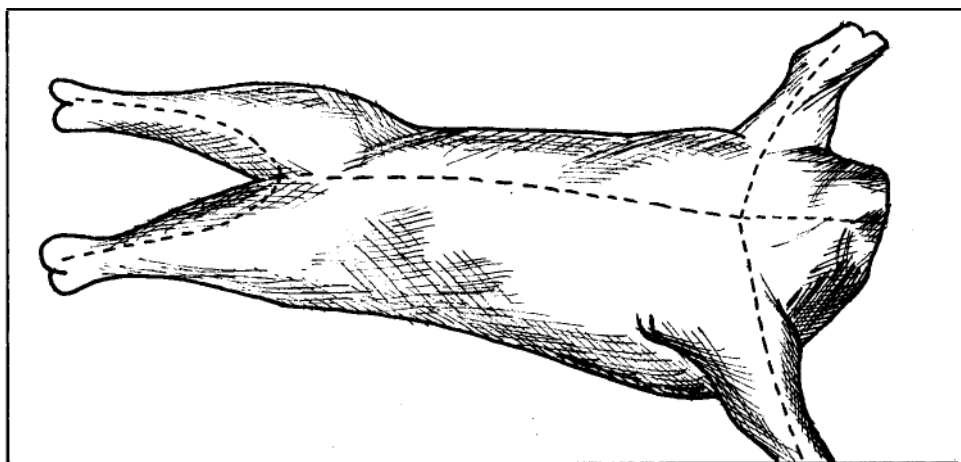

FIGURA 24. Abra la piel de las extremidades por la cara interna de las mismas.
5. Abra la piel de las extremidades anteriores y posteriores, **por** la parte de adentro, hasta llegar al corte de la línea media que había hecho inicialmente. (Figura 24).